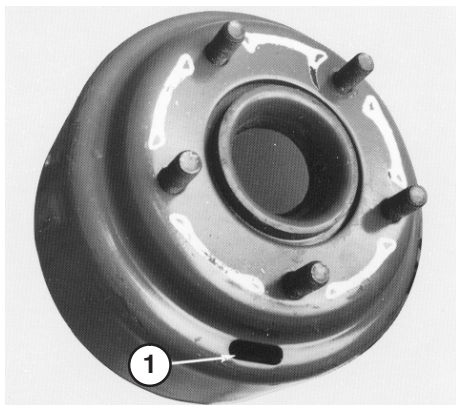
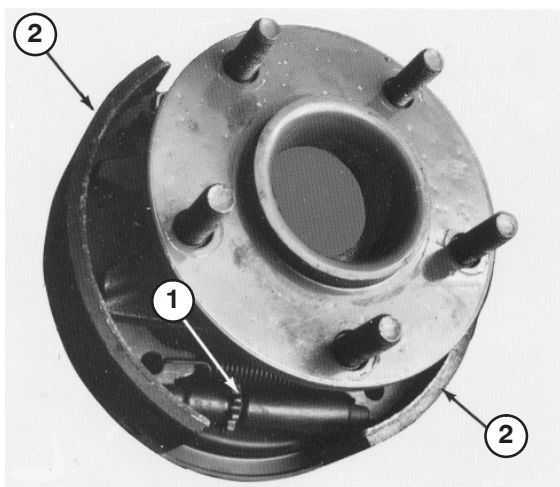

Figure 69
Figure 70
5. Retirez les écrous de roue et faites dégager l'ensemble jante et pneu des goujons. Tournez le tambour de frein jusqu'à ce que la fente de réglage se trouve en bas, centrée au-dessus de l'écrou en étoile de réglage des mâchoires de frein (Fig. 69).
6. Avec un outil spécial de réglage de frein ou un tournevis, tournez l'écrou en étoile (Fig. 69) vers le bas jusqu'à ce que le tambour de frein (Fig. 70) se verrouille sous l'effet de la pression extérieure des mâchoires de frein (Fig. 70).